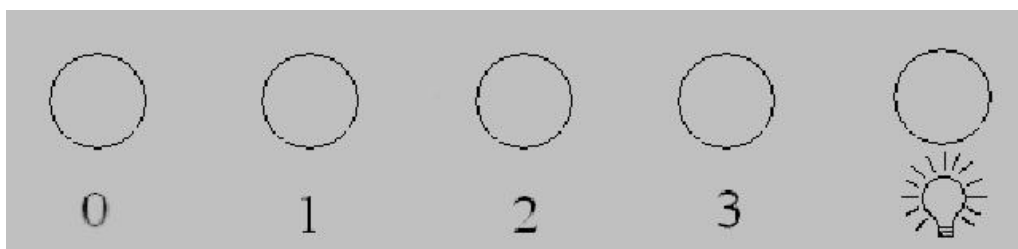

Рис.2
7.1.1 На лицьовій панелі витяжки знаходиться кнопчний перемикач режимів роботи двигуна та ламп освітлення (рис.2):